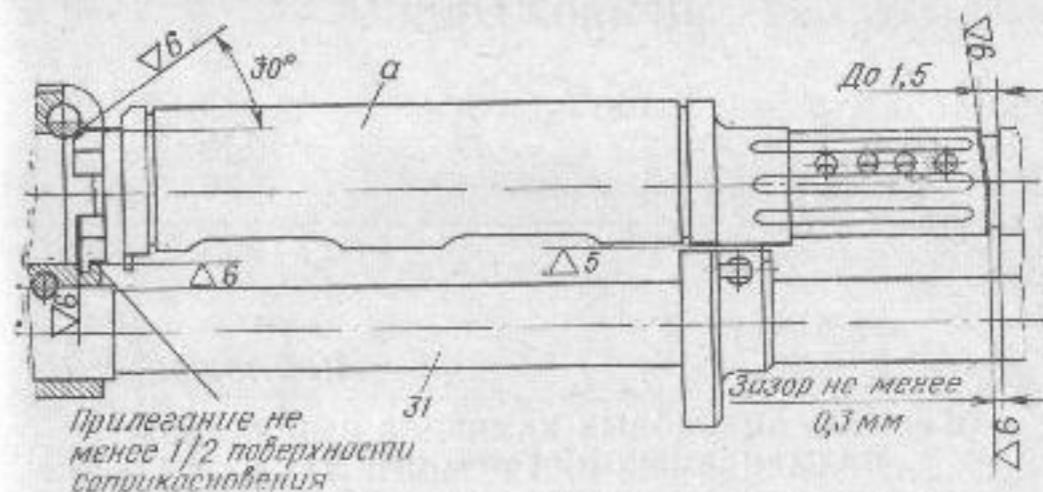

Рис. 46. Подгонка ствольной накладки в сборе:
1. Подобрать ствольную накладку в сборе по месту. При необходимости опилить передний торец основания ствольной накладки с образованием скоса на верхней половине основания (рис. 46) так, чтобы она свободно заходила на место. После опиловки переднего торца основания ствольной накладки острые ребра по контуру притупить.
2. Опилить задний торец зацепа основания ствольной накладки так, чтобы он входил в паз прицельной колодки и чтобы при открытой чеке не было продольного перемещения ствольной накладки в сборе. Прилегание опорной плоскости основания ствольной накладки к опорной плоскости прицельной колодки должно быть не менее половины поверхности соприкосновения, а зазор между буртиком газовой каморы и передним торцом основания должен быть в нижней половине не менее 0,3 мм и в верхней половине до 1,5 мм (рис. 46).